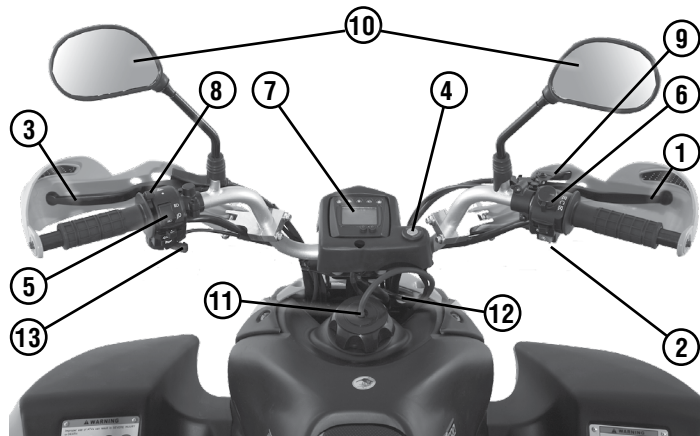

Рис. 4 Вид на руль
**Рычаг тормоза задних колес (рис. 4, поз 1).**
**Рычаг управления дросселем (рис. 4, поз 2).**
**Рычаг сцепления (рис. 4, поз 3).**
**Замок зажигания (рис. 4, поз. 4).**
**Рычаг стояночного тормоза (рис.4, поз.9)** При запуске двигателя или парковке мотовездехода, особенно на склоне, пользуйтесь стояночным тормозом. Прижимая рычаг тормоза задних колес (рис. 4, поз. 1) к рукоятке, нажмите на рычаг стояночного тормоза, зафиксировав с его помощью, рычаг тормоза задних колес в нажатом положении. Для того чтобы отпустить стояночный тормоз прижмите рычаг тормоза задних колес к рукоятке и отпустите его после возвращения рычага стояночного тормоза в исходное положение.